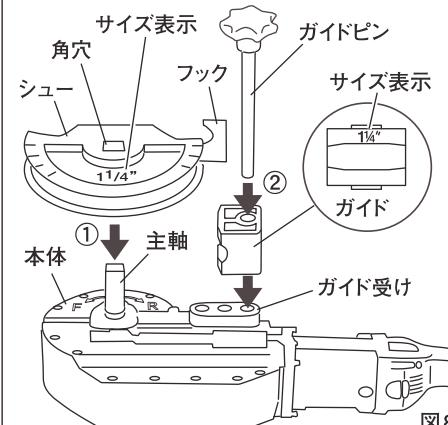

図8
3. シューのセット (図8-①)
シューの角穴と主軸の突起を合わせてください。(図8-①)
4. ガイドのセット (図8-②)
曲げ加工するパイプサイズにあったガイドをガイドピンで本体のガイド受けにセットします。(図8-②)